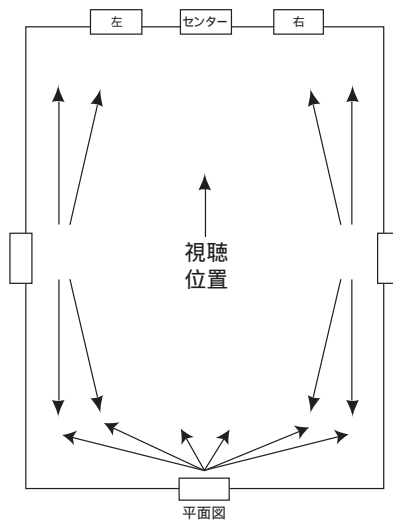

図7
6.1-チャンネルシステムは、2つのサラウンドスピーカーの中間に背面センタースピーカーを配置した5.1-チャンネルシステムと考えることができます。この背面センタースピーカーは側面サラウンドスピーカーと同じ高さで取り付けなければなりません(図7)。